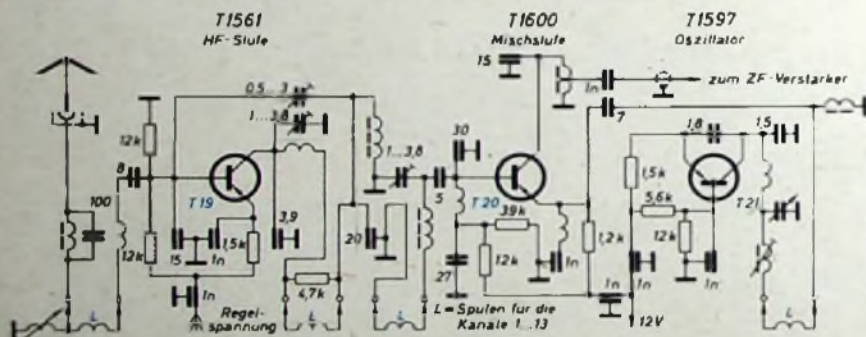
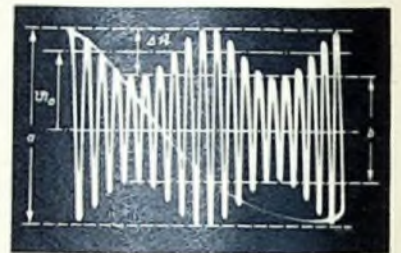

Bild 2a. Die Schaltung des Tuners
Bild 1. Sinusförmige, amplitudenmodulierte Hochfrequenzspannung; $m = 30\%$; $f_{tr} : f_m \approx 10 : 1$
Zum Tuner (Bild 2a) ist noch ergänzend zu bemerken: Der erste Transistor arbeitet als HF-Vorverstärkerstufe (T 19), der zweite (T 20) als Mischstufe und der dritte (T 21) als Oszillator. Im Eingang befindet sich nur ein zweifach angezapfter Einzelschwingkreis. Eine kapazitive Anzapfung stellt die Anpassung an den Transistoreingang sicher, während eine induktive Anzapfung die Antennenimpedanz der verwendeten Stabantenne in den Schwingkreis hineintransformiert. Die HF- und Mischstufe arbeiten mit geerdetem Emitter. Eine kapazitive Neutralisation in der HF-Stufe unterdrückt jede Schwingneigung dieser Stufe. Durch eine UHF-Drossel liegt der Emitter der Mischstufe UHF-mäßig hoch. Auf diese Weise ist es sehr einfach möglich, die zur Mischung nötige Oszillatorenergie in den Emitter einzukoppeln. Der Kanalwähler ist in der Zwischenstufe als Bandfilter ausgebildet und speist, wieder über eine kapazitive Anpassung, die Basis der Mischstufe. Der Oszillator kann als Verstärker mit geerdeter Basis aufgefaßt
Es entstehen dann Amplitudenschwankungen der Hochfrequenzspannung, so wie sie in dem Oszillogramm von Bild 1 zu sehen sind.
Hieraus geht auch hervor, daß bei Amplitudenmodulation die Trägerspannung höchstens so weit moduliert werden kann, daß ihre Amplitude zwischen Null und dem zweifachen Wert von U_0 schwankt. Zur Auswertung eines Oszillogramms, wie es im Bild 1 wiedergegeben ist, mißt man zweckmäßigerweise die höchste - a - und die kleinste Amplitude - b - aus. Der Modulationsgrad ergibt sich sinngemäß nach Gl. (3) aus der Beziehung
Setzt man die Werte aus dem Oszillogramm von Bild 1 ein, dann erhält man hier $m = 0,3$. Da die Modulation, wie es
schon erwähnt wurde, immer nur ein Teil der Ruheamplitude der Trägerspannung sein kann, ist es üblich, den Modulationsgrad in % anzugeben. Dazu ist nur der Quotient $(a-b)/(a+b)$ nach Gl. (4) mit 100 zu multiplizieren. In dem Beispiel von Bild 1 erhält man also $m = 30\%$.
Zur Aufnahme eines Oszillogramms wie im Bild 1 ist der Verlauf der Hochfrequenzamplitude in Abhängigkeit von der Zeit so darzustellen, daß eine oder mehrere Perioden der Modulationsspannung übersehen werden können. Dies bedeutet, daß die Zeitablenkfrequenz gleich oder ein ganzzahliger Bruchteil der Modulationsfrequenz sein soll. Die Synchronisation muß deshalb extern mit der Modulationsspannung U_m erfolgen, wie die Schaltung im Bild 2a zeigt³⁾.
(Bei Triggerung mit der Modulationsspannung können aber auch beliebig wählbare Zeitabschnitte eingestellt werden. Zur Beurteilung des Modulationsgrades muß jedoch mindestens eine Modulationsperiode sichtbar werden.) Im Bild 1 wurde das Verhältnis Trägerfrequenz/Modulationsfrequenz absichtlich niedrig gewählt, damit der Einfluß der Modulation auf die einzelnen Perioden der Trägerspannung deutlich sichtbar ist. Im allgemeinen ist aber der Frequenzunterschied so groß, daß die Trägerspannung nur, wie zum Beispiel in dem Oszillogramm von Bild 2b, zu einer leuchtenden Fläche zusammengedrängt erscheint.
In der Schaltung nach Bild 3a wird das Zeitablenkgerät nicht wie im Bild 2a auf einen Bruchteil der Modulationsfrequenz, sondern auf einen ähnlichen Bruchteil der Frequenz des HF-Trägers eingestellt. Die Synchronisation kann hier „intern“, also mit der Spannung für die Vertikalablenkung erfolgen. Man erhält dann, wie